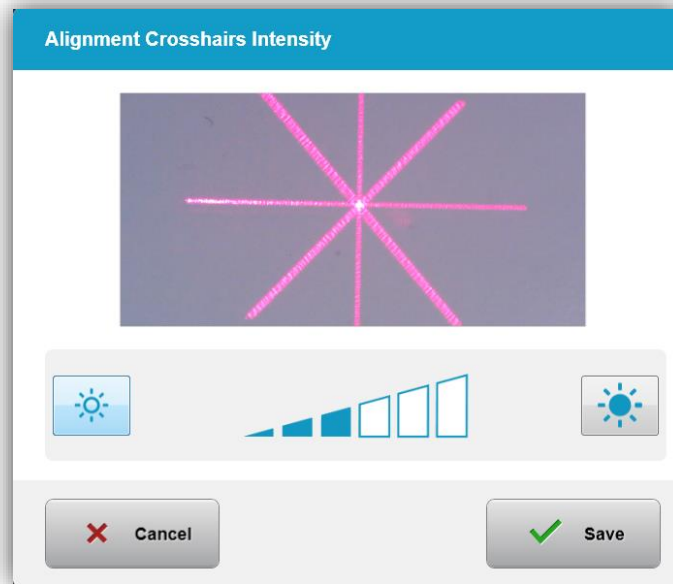

Figura 3-54. Intensità dei reticoli di allineamento
- Selezionare "Alignment Crosshairs Intensity" (Intensità dei reticoli di allineamento) dal menu System Settings (Impostazioni di sistema) per modificare la luminosità dei reticoli di allineamento. Viene visualizzata la schermata illustrata nella Figura 3-54.